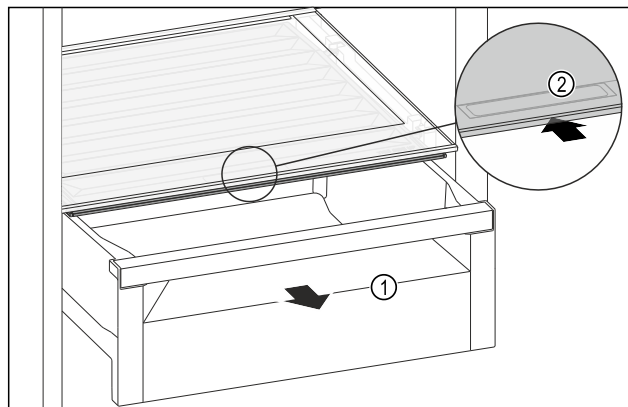

Fig. 213
- ▶ Izvucite ladicu Fig. 213 (1).
- ▶ Primite ručku Fig. 213 (2) na poklopcu pretinca i istodobno povucite poklopac pretinca prema natrag.